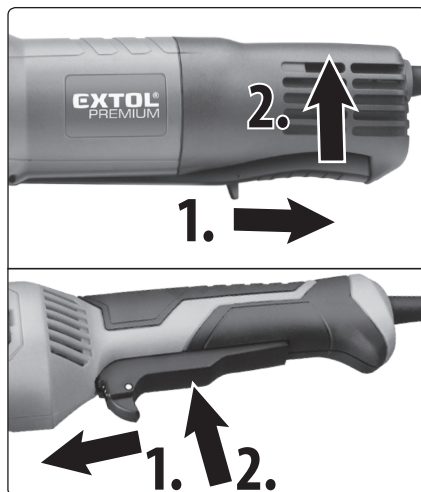

Abb.15; Schritt 1. Entriegelung, Schritt 2. Einschaltung
- Der Winkelschleifer kann den Betriebsschalter unten auf dem Handgriff haben, wobei vor dem Drücken des Betriebsschalters muss die Entriegelung des Betriebsschalters nach Abb. 15, Schritt 1 und 2 erfolgen. Bei dieser Ausführung des Betriebsschalters, die insbesondere für die größeren und großen Winkelschleifer typisch ist, kann der Betriebsschalter aus Sicherheitsgründen in der Stellung „EIN“ nicht verriegelt werden.